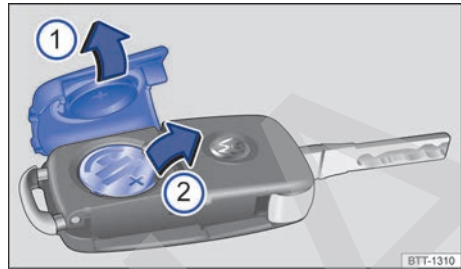

Fig. 48 Llave del vehículo con comando remoto: ① Abrir la tapa del alojamiento de la batería. ② Desmontar la batería.
La batería se encuentra en el lado posterior de la llave del vehículo con comando remoto, debajo de una cubierta → fig. 48.
- Retirar la cubierta en el lado posterior de la llave → fig. 48 ① en el sentido de la flecha → ①.
- Retirar la batería de su alojamiento con una herramienta adecuada → fig. 48 ②.
- Coloque la nueva batería según lo indicado → fig. 48 ② y presiónela en el sentido contrario al de la flecha hacia dentro de su alojamiento → ①.
- Coloque la cubierta como se indica → fig. 48 ① y presiónela en el sentido contrario al de la flecha sobre la carcasa de la llave del vehículo hasta encajarla.